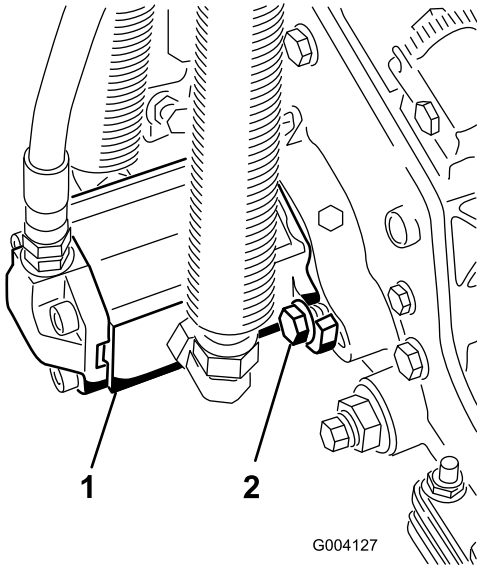

**Figura 13**
12. Sujete la cadena del brazo de elevación al soporte de la cadena con el pasador de seguridad (Figura 13). Utilice el número de eslabones indicado en el *Manual del operador* de la unidad de corte.